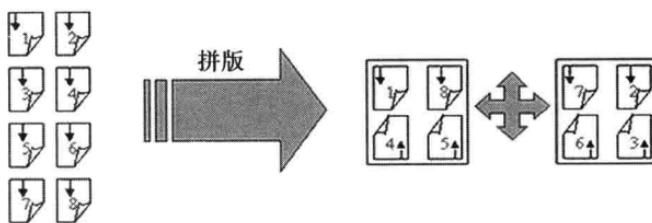

图 1 折手拼
(1) 折手拼。主要用于样本、书籍、画册等需要折页的印刷品，它拼版的过程比较复杂，需要操作人员具备印刷和印后加工专业知识。例如印刷纸张尺寸与定量、印刷和折页方式等。如图 1 所示。